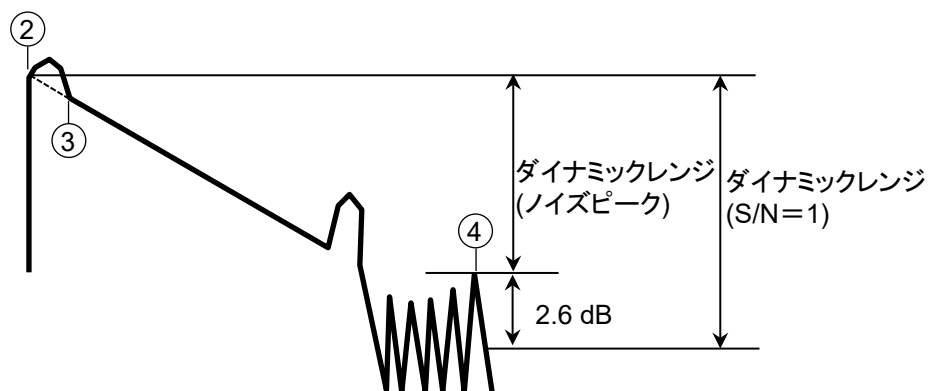

図 15.3.3-2 ダイナミックレンジの測定
20. マーカを図 15.3.3-2 で示す位置に置きます。
- ② トレースグラフの左端
- ③ アクセスマスタの光コネクタ
- ④ ノイズのピーク